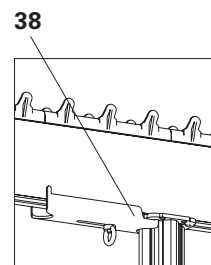

Fig. A9.03a
3. Inserire i connettori tavoli STV nei puntelli MULTIPROP e fissare a prova di trazione serrando la vite ad anello del connettore. (Fig. A9.03a)